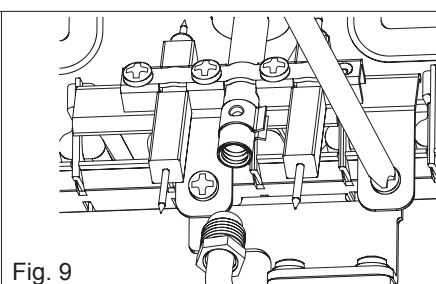

Fig. 9
- Svitare le viti che tengono in posizione la fiamma pilota (fig. 9)